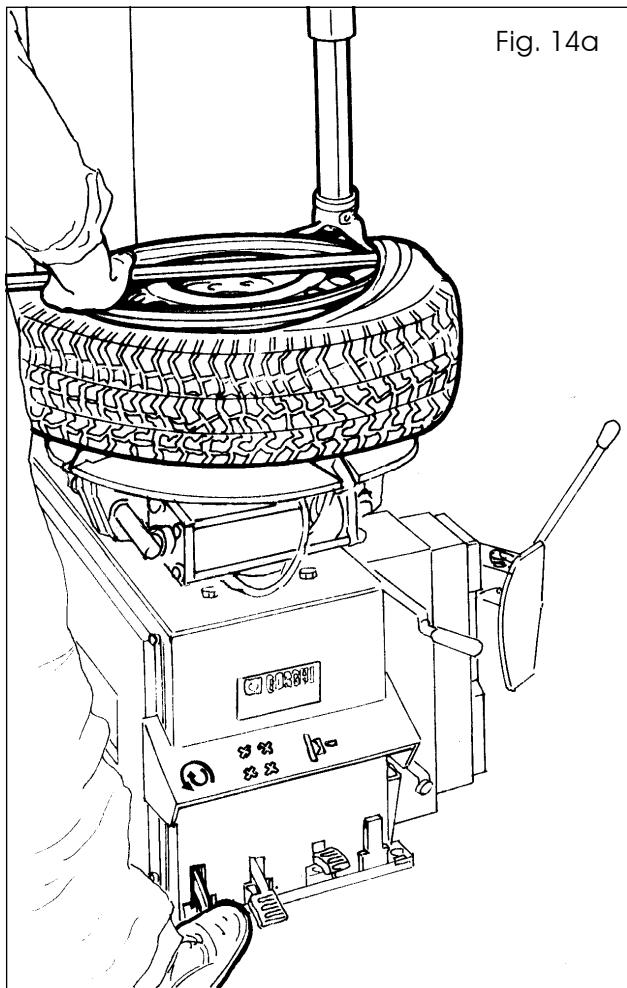

Fig. 14a
- Soulever le talon supérieur au-dessus de la portion du bouton de la tête de montage/démontage (Fig. 14a).